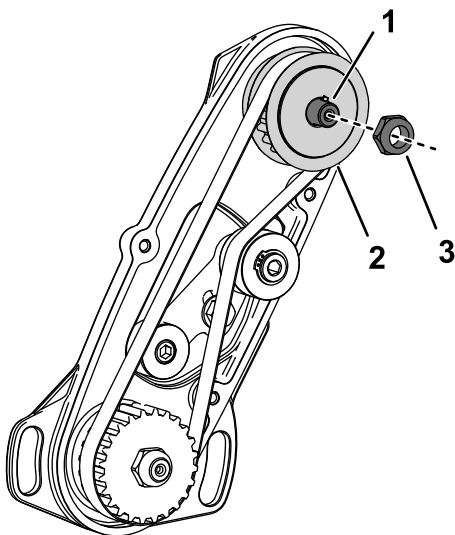

**Figure 3**
6. Insérez le joint dans le couvercle avant de l'entraînement du cylindre jusqu'à ce qu'il affleure (Figure 3).